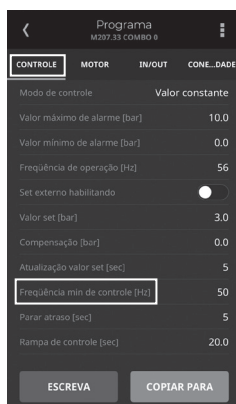

Figura 17 - Acesso menu CONTROLE
8. Dentro do menu PROGRAMA, acesse o menu CONTROLE e encontre o parâmetro Frequência min de controle, conforme Figura 17.